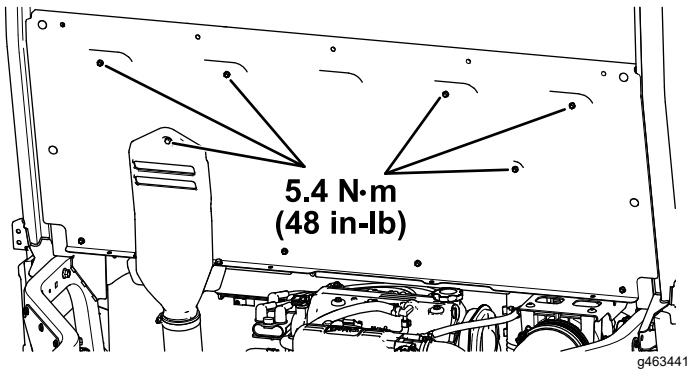

Figure 30
- H. Serrez les 5 boulons à tête hexagonale à embase ( $\frac{1}{4} \times \frac{3}{4}$  po) et le boulon captif fixés au capot d'admission CVT à 5,4 N·m (48 po-lb), comme montré à la Figure 30.